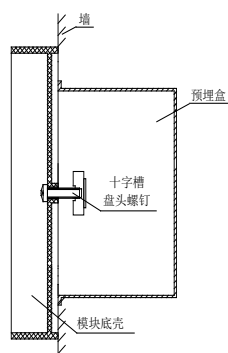

图 4-1
- ★ 固定底座：将导线从 LD60(ED)底座背面进线孔穿入，用 M4 螺钉如图 4-1 所示将其安装在预埋盒固定孔上。